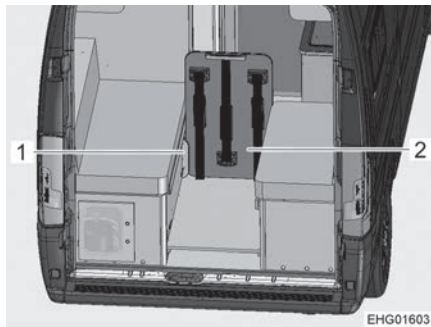

Fig. 51 Tavolo ribaltabile, bloccato nelle guide di supporto
- Innestare il tavolo ribaltabile (Fig. 51,2) nelle guide di supporto (Fig. 51,1). Le guide di supporto sono posizionate sui sedili. In questa posizione il tavolo ribaltabile serve anche come divisorio dalla stiva.